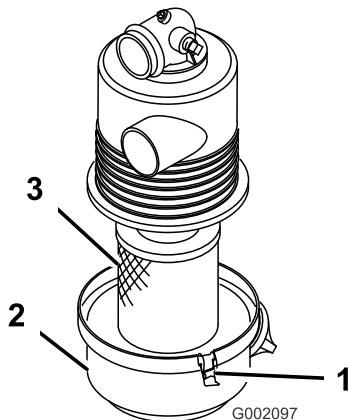

Рисунок 12
- Проверьте корпус воздухоочистителя на отсутствие повреждений, которые могут вызвать утечку воздуха. Убедитесь, что крышка герметично установлена на корпусе воздухоочистителя (Рисунок 12).
- Отпустите фиксаторы, крепящие крышку воздушного фильтра на его корпусе (Рисунок 12).
- Отделите крышку от корпуса и очистите внутреннюю поверхность крышки воздушного фильтра (Рисунок 12).
3. Вставьте элемент в корпус воздушного фильтра (Рисунок 12).
4. Совместите крышку воздухоочистителя с его корпусом (Рисунок 12).
5. Закрепите крышку на корпусе фиксаторами(Рисунок 12).